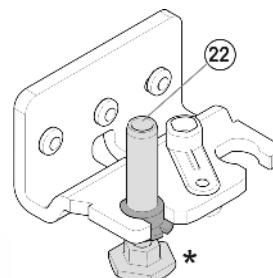

Fig. 6
- ▶ Снова слегка наклоните устройство назад и снова установите опорный палец Fig. 6 (22). Зазубрина должна быть расположена спереди.